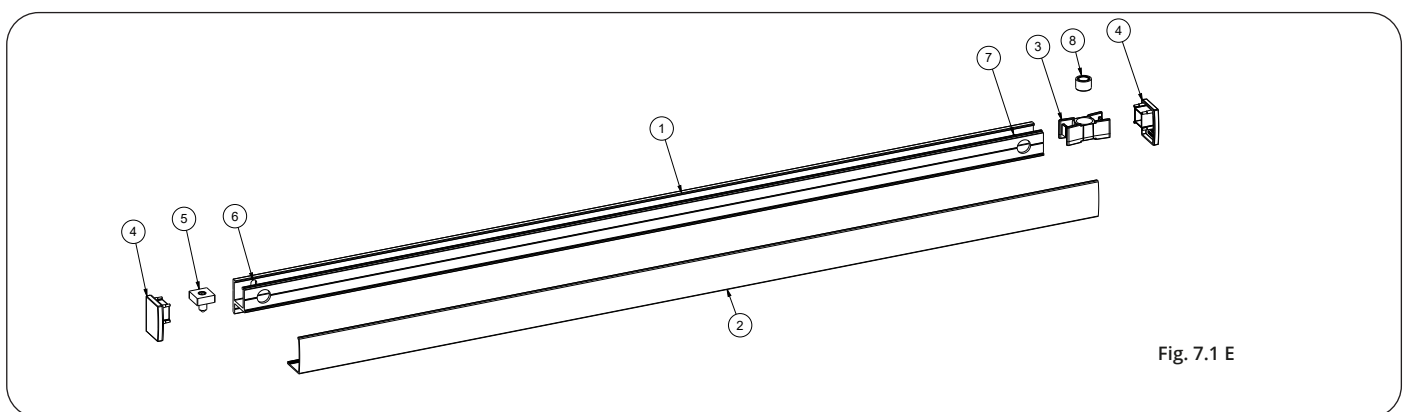

Fig. 7.1 E
RAIL DE GUIDAGE POUR BRAS À TIRER (FIG. 7.1 E)
- Fixer le rail de guidage (1) sur le battant à travers les trous (6-7), en suivant les cotes indiquées sur dans le dessin technique (fig. 7.1 A/B/C)
- Introduire le patin (3), sur lequel devra travailler l'axe du bras à tirer, à l'intérieur du rail de guidage.(fig. 7.1 E)